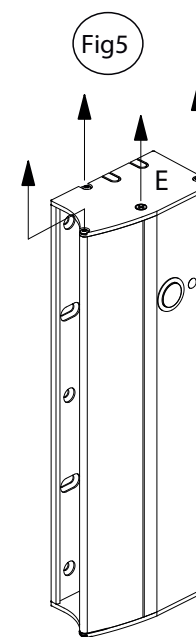
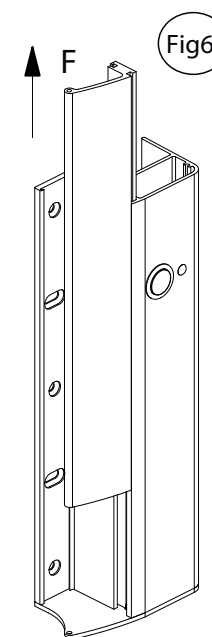

Fig5
Fig6
Démonter le bouchon supérieur (E) et la poignée F (fig5 et fig6)